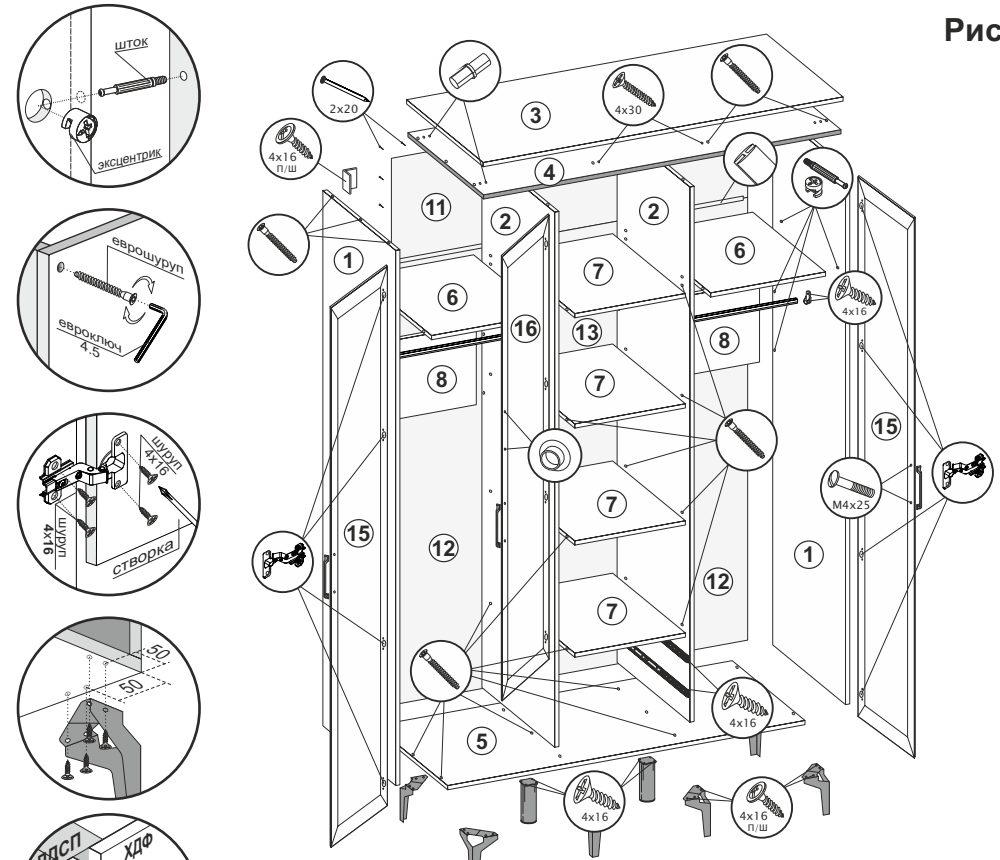

Рис.1
1. К поперечинам (2) прикрутить направляющие шурупами 4x16 (рис.1).
2. Еврошурупами соединить поперечины (2), стяжки (6,7), планки (8) и крышу (5) (рис.1).
3. Боковины (1) соединить со стяжками (6) и планками (8) эксцентриками, затем с крышей (5) еврошурупами (рис.1).
4. На собранную часть изделия установить крышу (4), используя еврошурупы (рис.1).
5. Замерить диагонали секции (они должны быть равны: +/- 2 мм). Прибить гвоздями 2x20 заднюю стенку, состоящую из ХДФ (11,12,13), соединительных планок и соединителей ХДФ. ХДФ (12) к планкам (8) прикрутить шурупами 4x16 П/Ш (рис.1).
6. В крышу (4) вставить полкодержатели и установить на них крышу (3), затем стянуть крыши (3,4) между собой с помощью шурупов 4x30 (рис.1).
7. Шурупами 4x16 П/Ш прикрутить опоры № 25 к крыше (5). Оптимальное расстояние крепления опор 50 мм от каждого края крыши (5) до первого отверстия в опоре № 25 (рис.1).
8. Опоры № 7 необходимо расположить по центру крыши (5) под поперечинами (2) и зафиксировать шурупами 4x16 (рис.1).
10. Шурупами 4x16 по наметкам прикрутить скалкодержатели к боковинам (1) и поперечинам (2), затем установить на них скалки (рис.1).